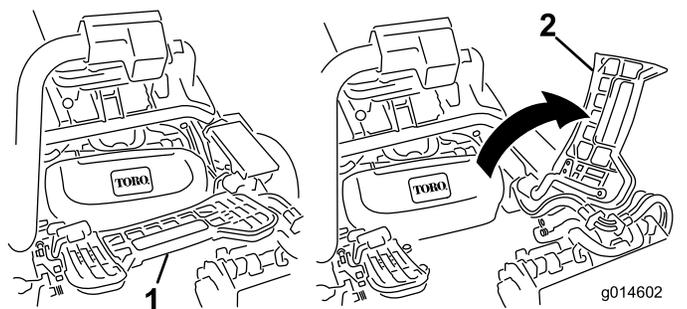

図 50
2. フットレストを跳ね上げて開き、中央カッピングユニット取り付け位置へのアクセスを確保する 図 50。